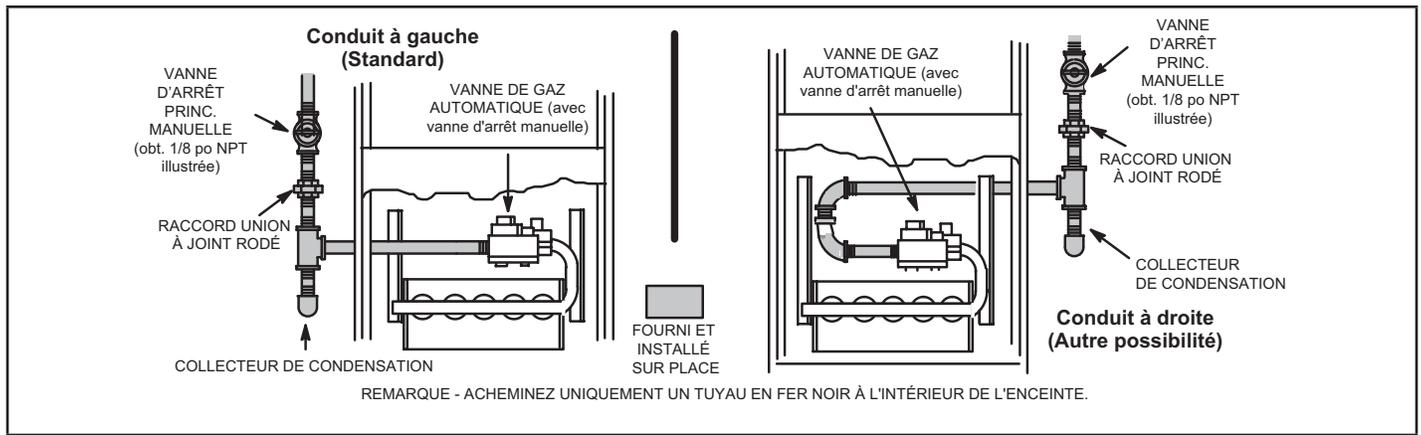

FIGURE 55
- 1 - La canalisation de gaz peut pénétrer dans l'appareil par le côté droit ou le côté gauche. La canalisation d'alimentation entre dans la vanne de gaz par le côté de la vanne, comme illustré à la FIGURE 55. La canalisation de gaz doit être serrée à un couple minimum de 350 lb-po et un maximum de 800 lb-po sur la vanne de gaz.
- 3 - La canalisation de gaz ne doit pas traverser les conduits d'air, les chutes à linge sale, les cheminées ou conduits d'évacuation des gaz, les monte-plats ou les cages d'ascenseur. Centrez la canalisation de gaz dans l'ouverture. La canalisation de gaz ne doit pas toucher le côté de l'unité. Reportez-vous à la FIGURE 55.